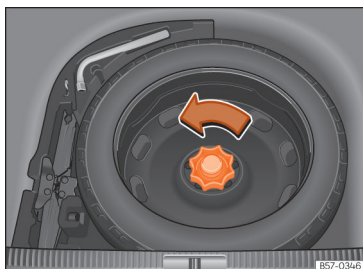

Fig. 221 În portbagaj: podeaua ridicată a portbagajului.
- Rotiți butonul rotativ în sens antiorar » fig. 221.